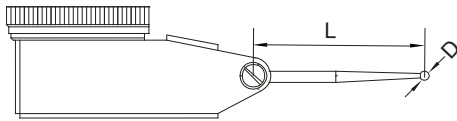

Abb.6
4. Jeder Typ von Messuhr verfügt über eine bestimmte Taststiftlänge (L, Abb. 6). Wenn die Länge nicht korrekt ist, kommt es zu Messfehlern. Die richtige Taststiftlänge entnehmen Sie bitte der folgenden Tabelle.